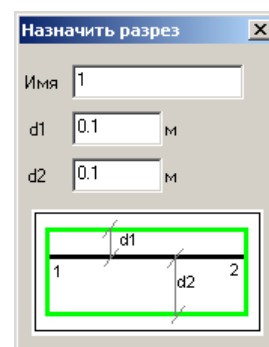

Рис.1.16.1. Окно диалога **Назначить разрез**
- В открывшемся окне диалога **Назначить разрез** (рис.1.16.1) оставьте все значения по умолчанию (имя разреза 1).